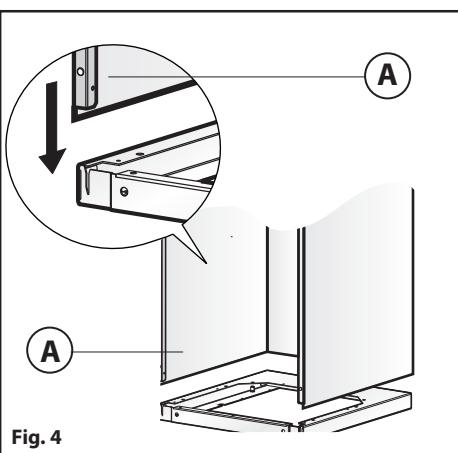
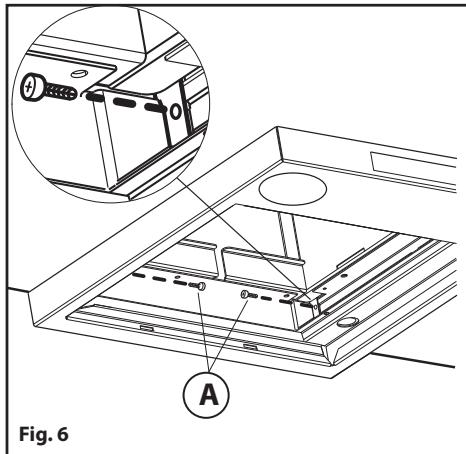

Fig. 4
Fig. 6
- Nel caso in cui il vostro apparecchio ha i raccordi inferiori indicati come nella **Fig.4 A**, il fissaggio da effettuare è quello raffigurato in **Fig.6 A**.